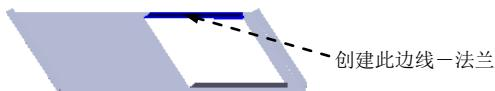

图 17.8.33 创建边线一法兰 4
Step6. 创建图 17.8.33 所示的边线一法兰 4，详细操作过程参见 Step5。